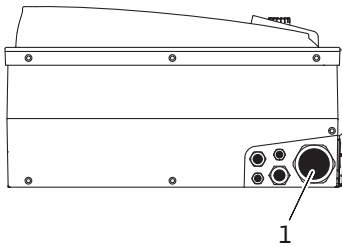

Fig. 25: Kabelio priveržiklis M25/M40
- Tinklo kabelis jungiamas kabelio priveržikliu M25/M40 (Fig. 25, poz. 1).